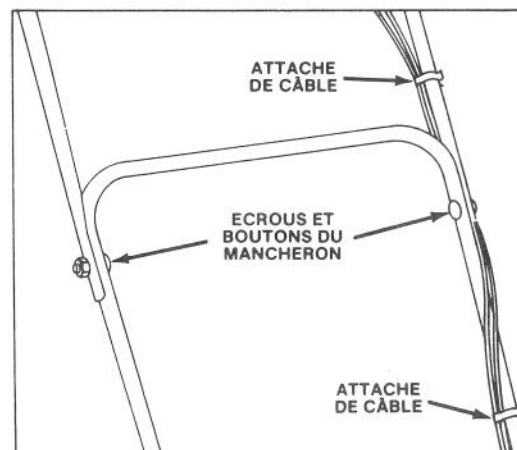

Figure 2
2. MANCHERON SUPERIEUR (Fig. 2) — Mettez en place les mancherons supérieur et inférieur et fixez-les à l'aide des boulons et boutons. Fixez les câbles de commande à l'aide d'attache-câbles.